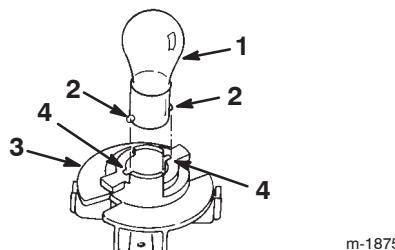

Bild 32
- Setzen Sie die Birne ein und drehen Sie diese nach links bis zum Anschlag (ungefähr 1/4 Umdrehung), und nehmen sie die Birne aus der Birnenfassung heraus (Bild 32).
- Stecken Sie den Sockel in die Fassung (Bild 32).